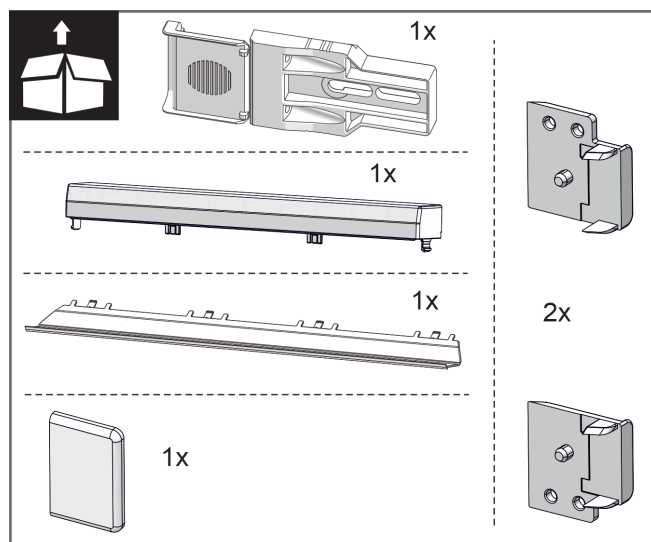
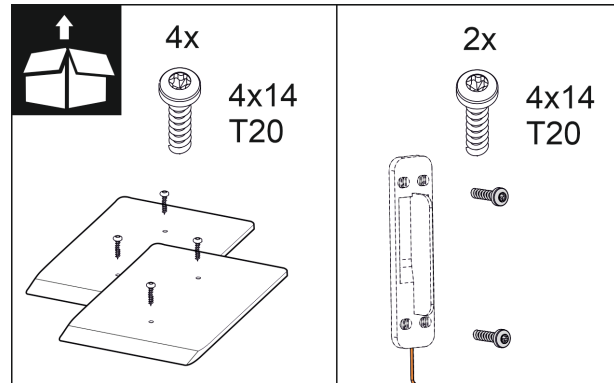

Fig. 11
Fig. 17
2. Provjerite montažne dijelove u priloženoj vrećici. Fig. 11 () do Fig. 17 ()
Montažni dijelovi u vrećici Fig. 11 () do Fig. 17 ()